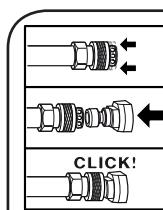
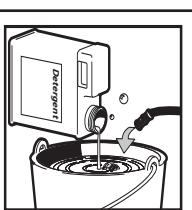
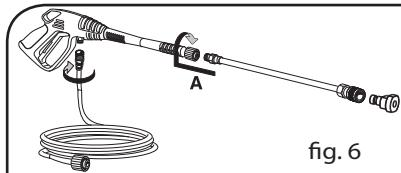

fig. 2A
fig. 2B
fig. 6
Inserte la boquilla CHEMICAL en la lanza (fig. 2A). Sumergir el tubo de aspiración provisto de filtro en el depósito del detergente (fig. 2B). Encender el equipo, la mezcla del detergente con el agua se realiza automáticamente al pasar el agua.
2. Conectar el tubo de alta presión a la pistola. Introducir el accesorio en la prolongación de la pistola venciendo la resistencia del muelle y girarlo hasta que quede bloqueado (fig. 6). Inserte la boquilla (fig. 2A).